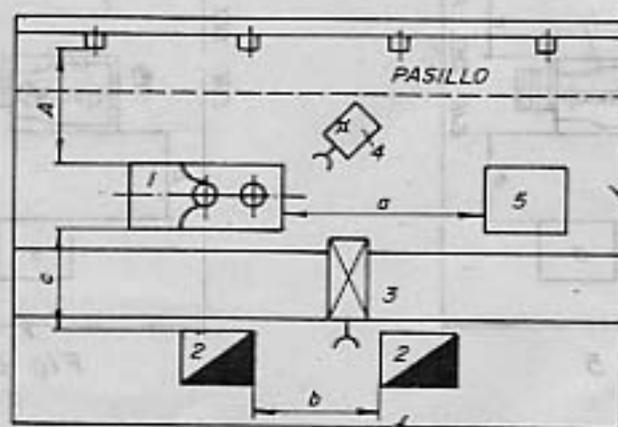

Fig. 4
- 2.3 Las distancias que van de los martinetes neumáticos con masa de las partes móviles de 750 y 1 000 kg, a los equipos contiguos, a los hornos de calentamiento y a las columnas del edificio, así como la distancia entre los hornos de calentamiento, se establecen en la Fig. 4 y en la tabla 3.